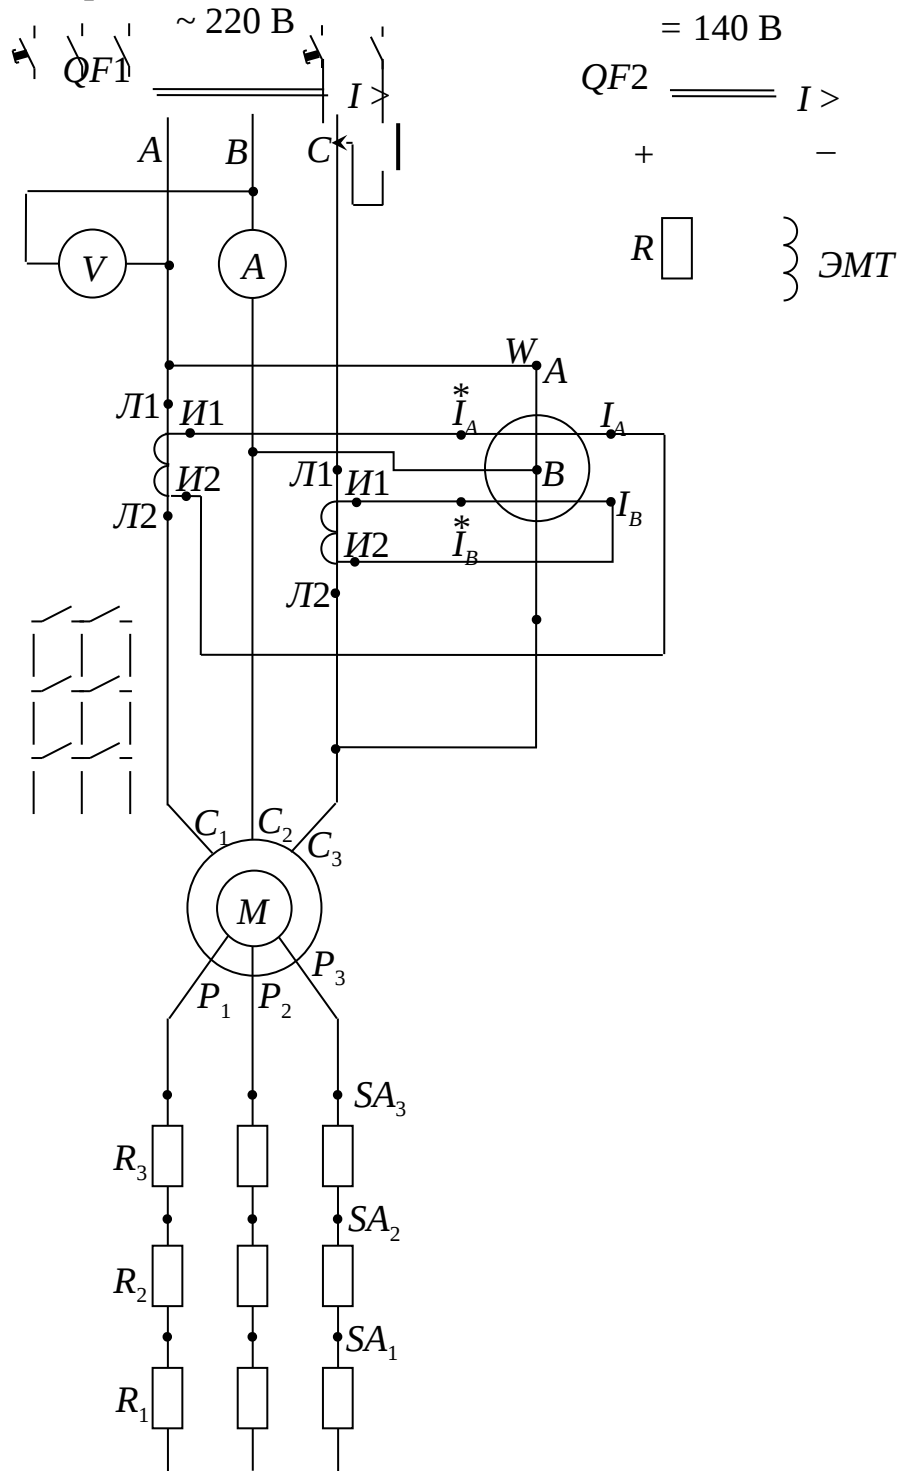

Рис. 2.1. Схема электрическая принципиальная испытания асинхронного двигателя
3. Собрать схему (рис. 2.1) и, после проверки её преподавателем, произвести пробный пуск и реверсирование двигателя.
2. Собрать схему по рис. 2.1, произвести пробный пуск и реверсирование двигателя.
6) если не поступило дополнительного указания от преподавателя, в цепь ротора включить только один переключатель SA_3 (см. схему рис. 2.1).
7) электрическая принципиальная схема рис. 2.1 (выполняется только карандашом с использованием чертежей инструментов с требованиями стандартов либо на компьютере с помощью специальных программ);